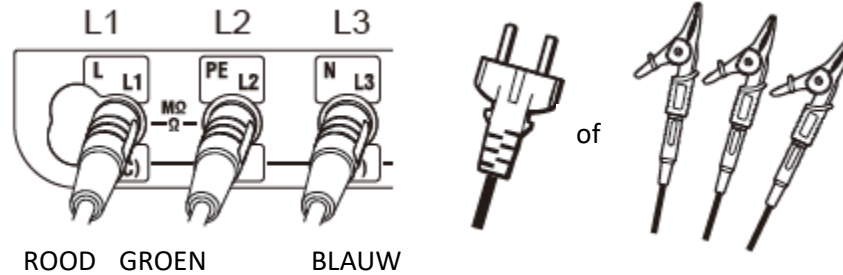

Figure 14-1
2. Insérez les cordons de test dans l'instrument. (Fig.14-1)